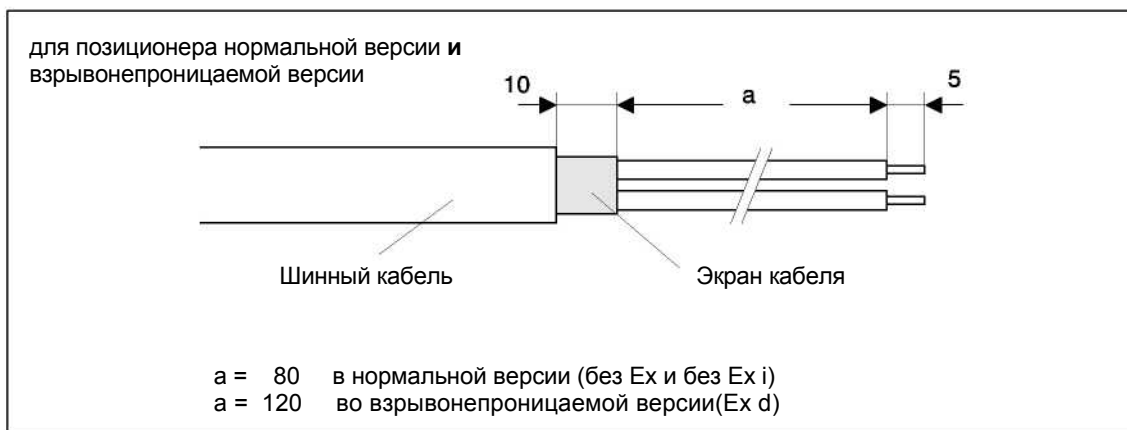

Рисунок 3-13 Подготовка шинного кабеля
1. Изолируйте шинный кабель как показано на рис. 3-13, стр. 51. 2. Откройте корпус позиционера, открутив четыре винта крышки. 3. Вставьте подготовленный шинный кабель через кабельный ввод. 4. Зафиксируйте экран на корпусе кабельным зажимом и двумя винтами.	1. Изолируйте шинный кабель как показано на рис 3-13, стр. 51. 2. Чтобы открыть позиционер, необходимо открыть фиксатор крышки (12) и открутить крышку. 3. Вставьте подготовленный шинный кабель через сертифицированный Ex-d кабельный ввод *) 4. Зафиксируйте экран на корпусе кабельным зажимом и двумя винтами.